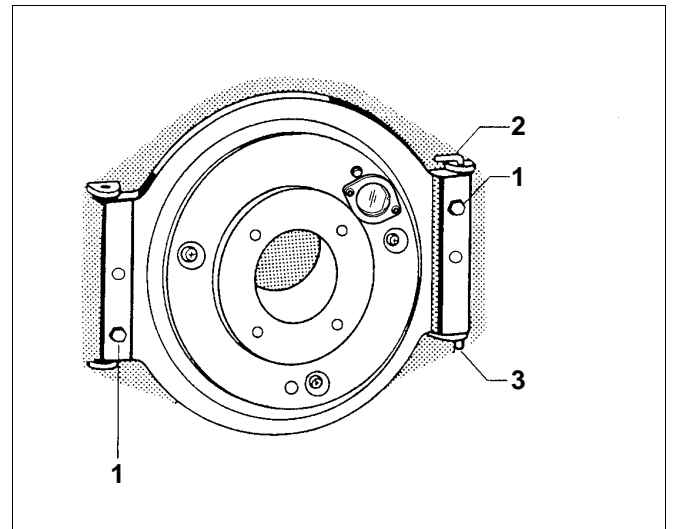

Abb. 21 Brennertür
- Brennertür öffnen und Scharnierbolzen (Abb. 21, **Pos. 2**) herausziehen.
- Kerbstift (Abb. 21, **Pos. 3**) unten in der Brennertür von rechts nach links wechseln.
- Brennertür mit dem Kerbstift (Abb. 21, **Pos. 3**) in unteren Scharnierkloben einhängen und mit Scharnierbolzen (Abb. 21, **Pos. 2**) in oberen Scharnierkloben sichern.
- Brennertür schließen und mit Sechskantschrauben (Abb. 21, **Pos. 1**) verschrauben - Anzugsmoment 10 max. 15 Nm.
Legende für Abb. 21